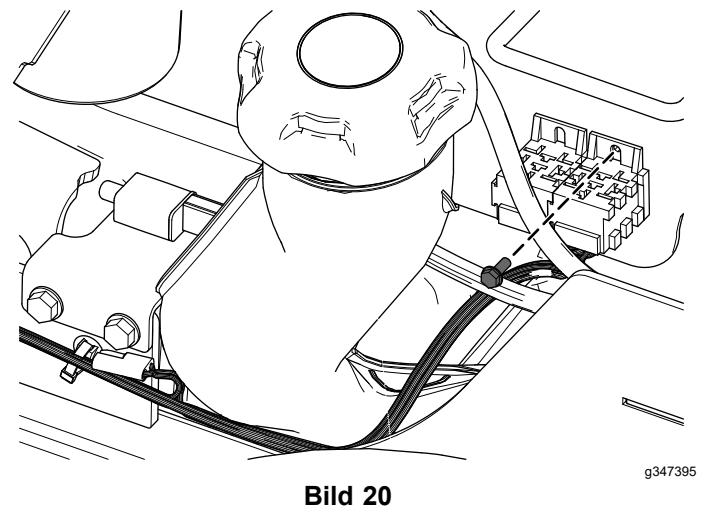

Bild 20
4. Befestigen Sie den Kabelbaum in der Nähe der Relais mit der Blechschraube (**Bild 20**).